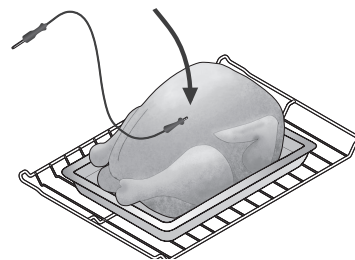

Figure 33 : Insérer la sonde dans la partie la plus épaisse de la poitrine
- Pour la volaille ou la dinde entière, insérer complètement le capteur de la sonde dans la partie la plus épaisse de la poitrine (voir Figure 33).